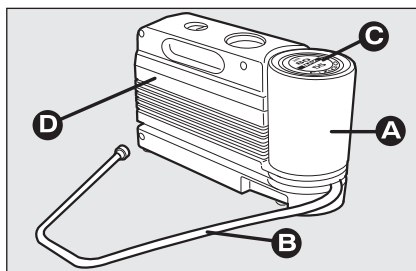

рис. 7
Данный комплект **рис. 7** включает следующее:
- ☐ Компрессор **D-рис. 7**, оборудованный манометром и выходными штуцерами;